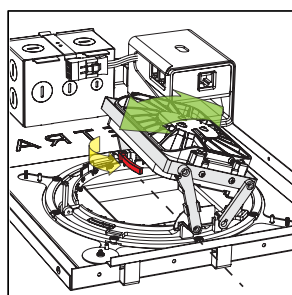

fig. 14
- Déverrouillez le châssis de l'émetteur : placez la main dans le boîtier du D3 et déverrouillez les leviers de verrouillage de l'inclinaison et de la rotation (tous deux de couleur rouge) (voir la fig. 14).